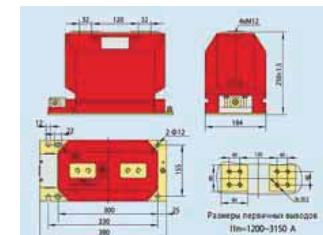

Рис. 6.1 Внешний вид и размеры трансформатора тока LZZBJ9-10AGY
6. Внешний вид и размеры (см. рис. 6.1)